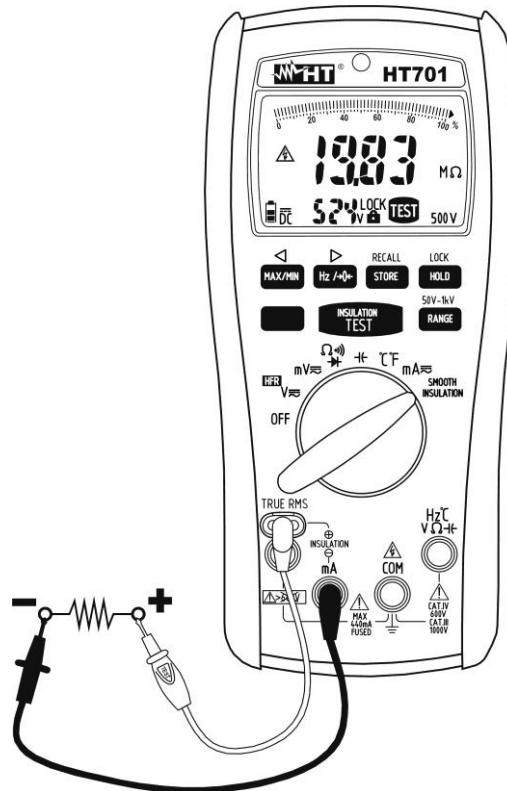

Fig. 10 : Utilisation de l'instrument pour mesure d'isolement
5. Insérer la sonde à distance rouge dans l'entrée du jack « ⊕ » et le câble noir dans l'entrée du jack « ⊖ » (voir la Fig. 10).
6. Positionner les embouts aux extrémités du circuit sous test en respectant les polarités positives et négatives (voir la Fig. 10). Utiliser le cas échéant des pinces crocodile.